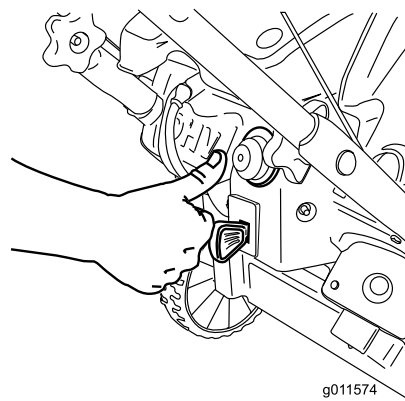

Bild 17
3. Drücken Sie die Kaltstarthilfe zweimal kräftig mit dem Daumen, halten Sie die Kaltstarthilfe jeweils für eine Sekunde gedrückt (Bild 17).